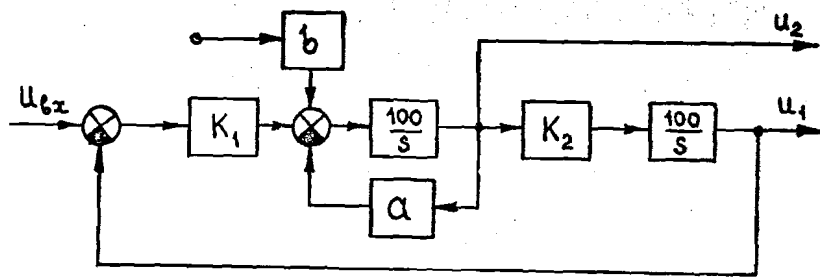

Рис.32
- 1.* Для структурной схемы фильтра, изображенной на рис. 32, определите передаточную функцию
7. Смоделируйте на АВК-6 фильтр по схеме рис.32. Настройте фильтр: получите $f_0 = 90 - 100$ Гц, $Q = 10$. Используя делитель или блок b первого интегратора, получите фильтр с единичным коэффициентом передачи на резонансной частоте.